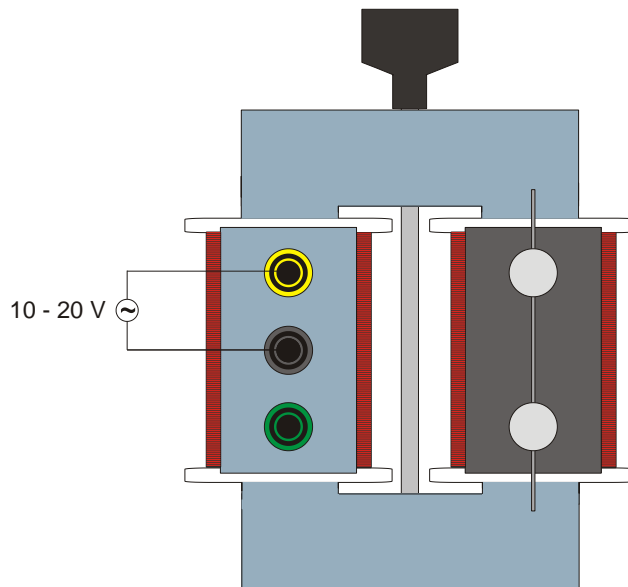

Fig. 1 Montaje experimental
- Se ensambla el transformador como se muestra en la Fig. 1 y se coloca sobre una superficie resistente al calor.